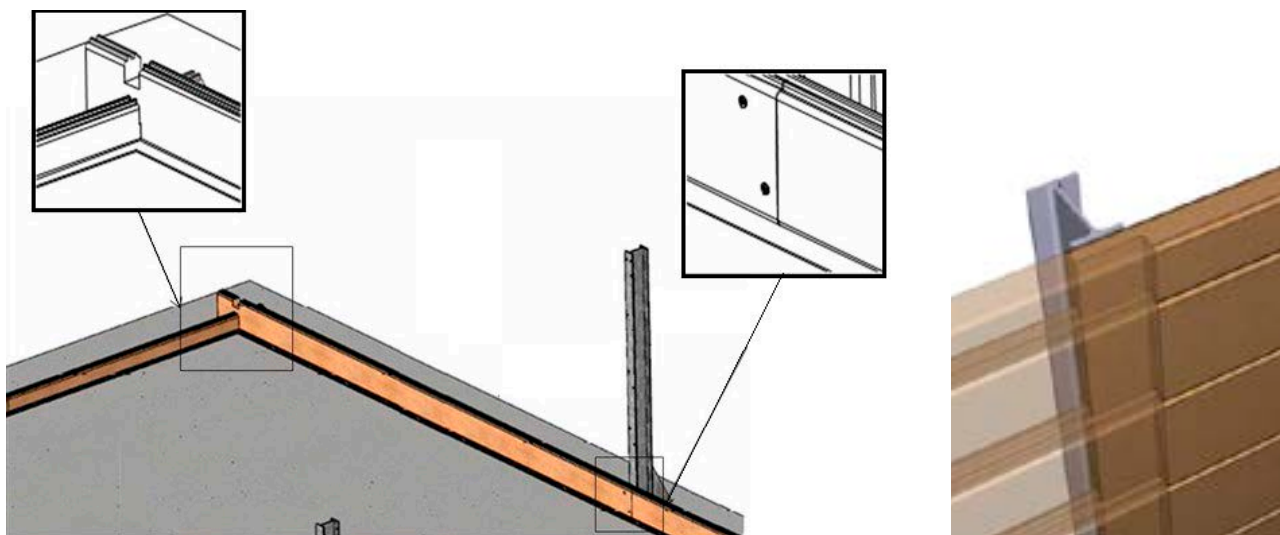

Figure 9 – Verrouillage des lames entre eux
- sur les 2 jambes de force (celles-ci sont pré percées, comme montré à la **Figure 9**) à l'aide de 14 vis peinture torx 6 × 30 en inox A2 torx (sachet C).
- entre elles comme indiqué à la **Figure 9**, à l'aide de 2 vis par paire de lames, et sur les deux côtés comportant chacun 5 lames ½ de hauteur, soit un total de 24 vis à tête fraisée 5 × 40 en inox A4 torx filetées sur 25 mm (sachet B).